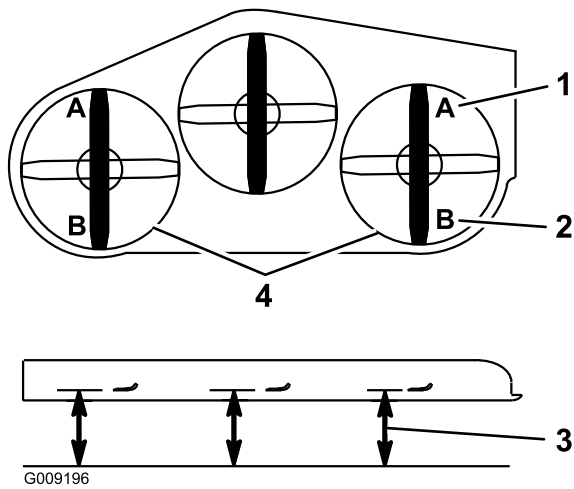

Figura 93
9. En ambos lados de la carcasa, mida desde la superficie nivelada hasta la punta delantera de la cuchilla (Posición A). La distancia debe ser de 7.6 cm (3"); consulte Figura 93.
- En ambos lados de la carcasa, mida desde la superficie nivelada hasta la punta trasera de la cuchilla (Posición B). La distancia debe ser de 8.3 cm (3 1/4"); consulte Figura 93.